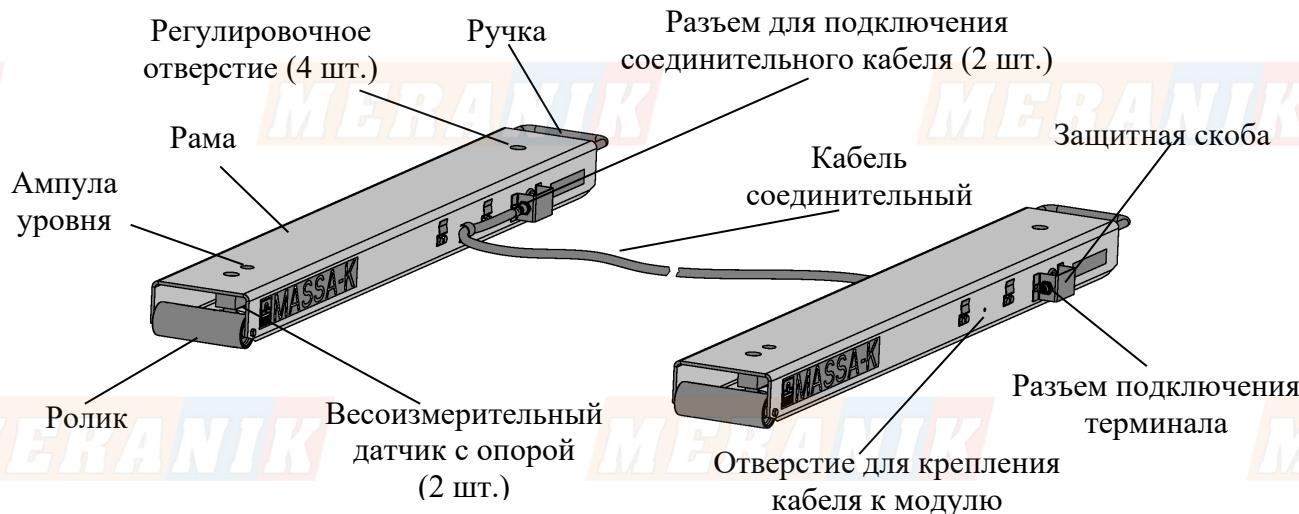

Рисунок 8.1 – Модуль взвешивающий 4D-B_
- 8.1.1 Модуль состоит из двух однотипных рам с весоизмерительными датчиками (см. рис. 8.1).
- 8.3.7 Закрепите соединительный кабель к рамам с помощью хомута, плотно затянув винт M6x10 (см. рис. 8.1).
- 8.3.9 Закрепите кабель для подключения терминала к модулю с помощью хомута, плотно затянув винт M6x10 (см. рис. 8.1).